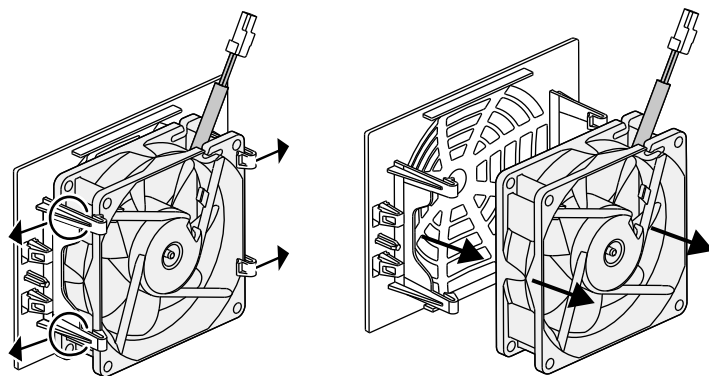

Fig. 76: Smontaggio della griglia della ventola
- la ventola deve essere montata correttamente nel relativo telaio (direzione del flusso d'aria).  **Fig. 76**